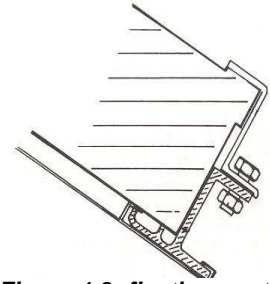

Figure 1.3; fixation capteur
- **Fixer ensuite les capteurs** aux rails grâce aux attaches (4 par capteurs) par les écrous et boulons fournis, comme indiqué sur la figure 1.3 ci-contre.